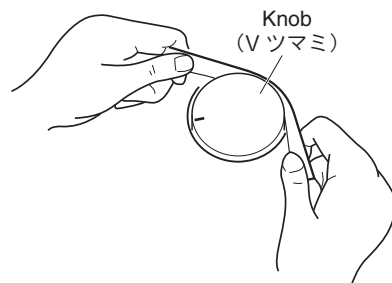

Fig. 3 (図 3)
- 7-1 Remove the knob from the control panel. (Fig. 1, Fig. 3)
- 7-1 コントロールパネル面から V ツマミを外します。(図 1、図 3)